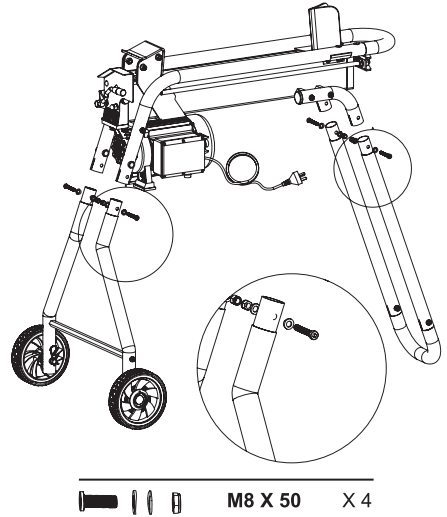

Рис. 6 Установка опор на раму дровокола LSH5001H
4. Установите переднюю и заднюю опоры на раму дровокола (Рис. 6).